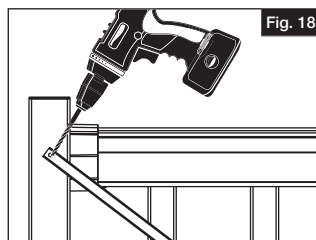

Fig. 18
- Fixer le renfort aux montants. Percer un avant-trou dans une extrémité du renfort au moyen d'une mèche de 1/8 po (3,2 mm) en passant à travers le montant et le raidisseur en aluminium à l'intérieur du montant. Puis, fixer le renfort au montant au moyen d'une vis no 8 x 3/4 po (19 mm). Répéter le processus pour l'autre extrémité du renfort (Fig. 18).